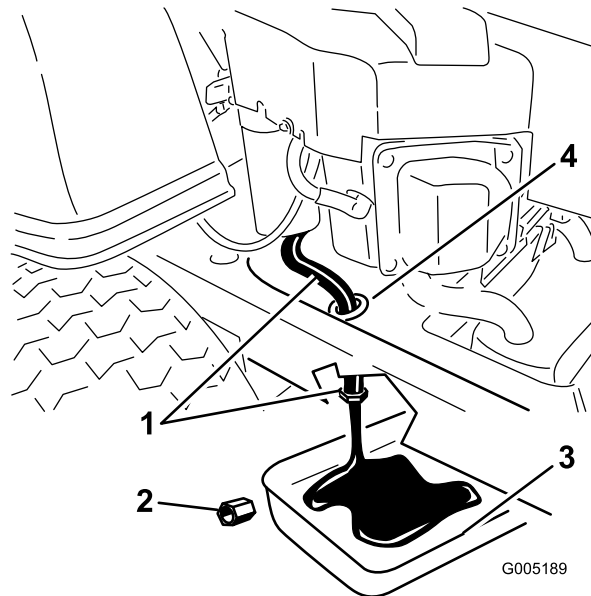

Figura 31
5. Localice el manguito de vaciado del aceite, en el lado izquierdo del motor. El tapón de vaciado está conectado a un manguito de vaciado que pasa por un orificio de vaciado en el bastidor de la máquina (Figura 31). Limpie la zona alrededor del tapón de vaciado de aceite y el manguito de vaciado del aceite.
6. Coloque un recipiente debajo de la máquina, directamente debajo del manguito de vaciado del aceite, según se muestra en Figura 31.
7. Usando dos llaves inglesas (una para sujetar el manguito de vaciado del aceite y la otra para aflojar el tapón), retire el tapón de vaciado de aceite (Figura 31).
13. Cuando se haya drenado completamente el aceite, coloque el tapón de vaciado. Apriete el tapón a 14 Nm. Limpie cualquier exceso de aceite (Figura 31).